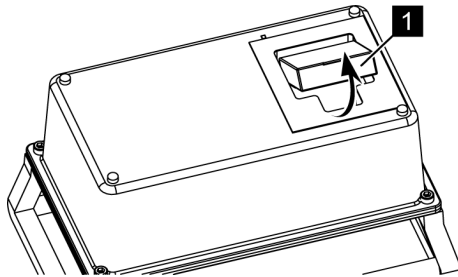

Fig. 103: Pile
2. ➔ *Enlever la pile vide (Voir la Fig. 103/1) au dos de la commande radio.*